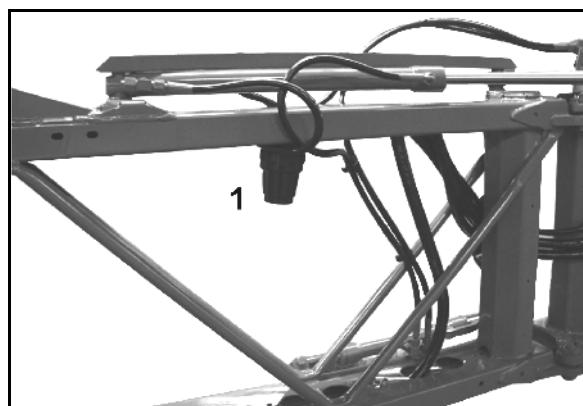

Рис. 201
2. Выверните болты (Рис. 201/1).
3. Снимите крышку клапана (Рис. 201/2).
4. Проверьте поршневую мембрану (Рис. 201/4) и клиновое кольцо (Рис. 201/5).
1. Ослабьте винт (Рис. 201/3) и снимите с поршня поршневую мембрану (Рис. 201/4) вместе с удерживающей шайбой.